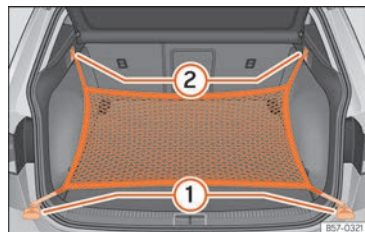

Fig. 176 En el maletero: argollas ① y ganchos ② para enganchar la bolsa de red.
- Fije los ganchos cortos de la red en las argollas de amarre »» fig. 176 ① »» ⚠. La cremallera de la bolsa tiene que quedar hacia arriba.
- Fije las cintas en los ganchos para colgar bolsas ②.